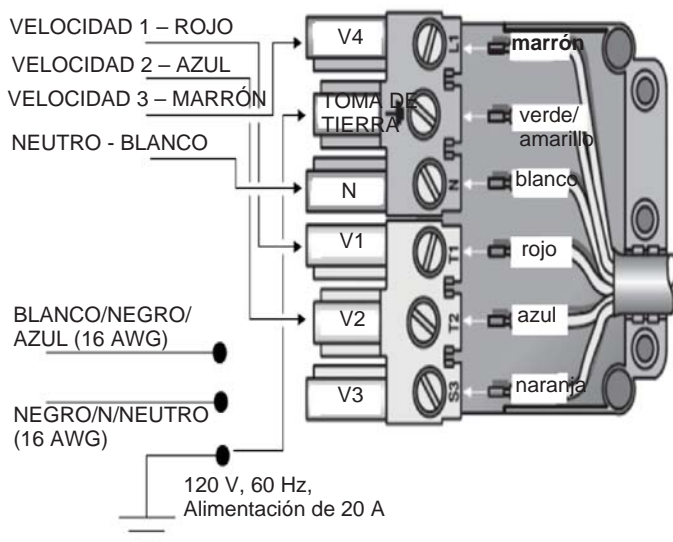

Figura 21: Cableado de la campana con un ventilador a distancia
8. Conecte el ventilador a distancia con los cables del conector en espiral (paso 6), como se muestra en la *Figura 21*. Conecte el cable verde de toma de tierra al tornillo de toma de tierra de la caja de conexiones. Consulte las instrucciones de instalación del ventilador para obtener más detalles sobre el cableado.